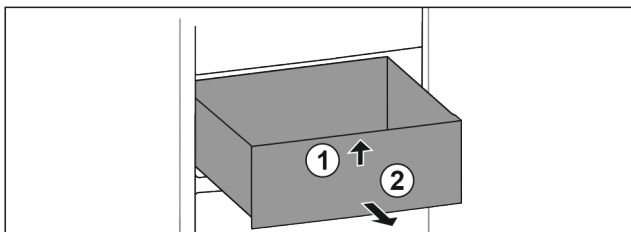

Fig. 120
- ▶ Podignite ladicu srijeda. Fig. 120 (1)
- ▶ Izvadite ladicu prema naprijed. Fig. 120 (2)